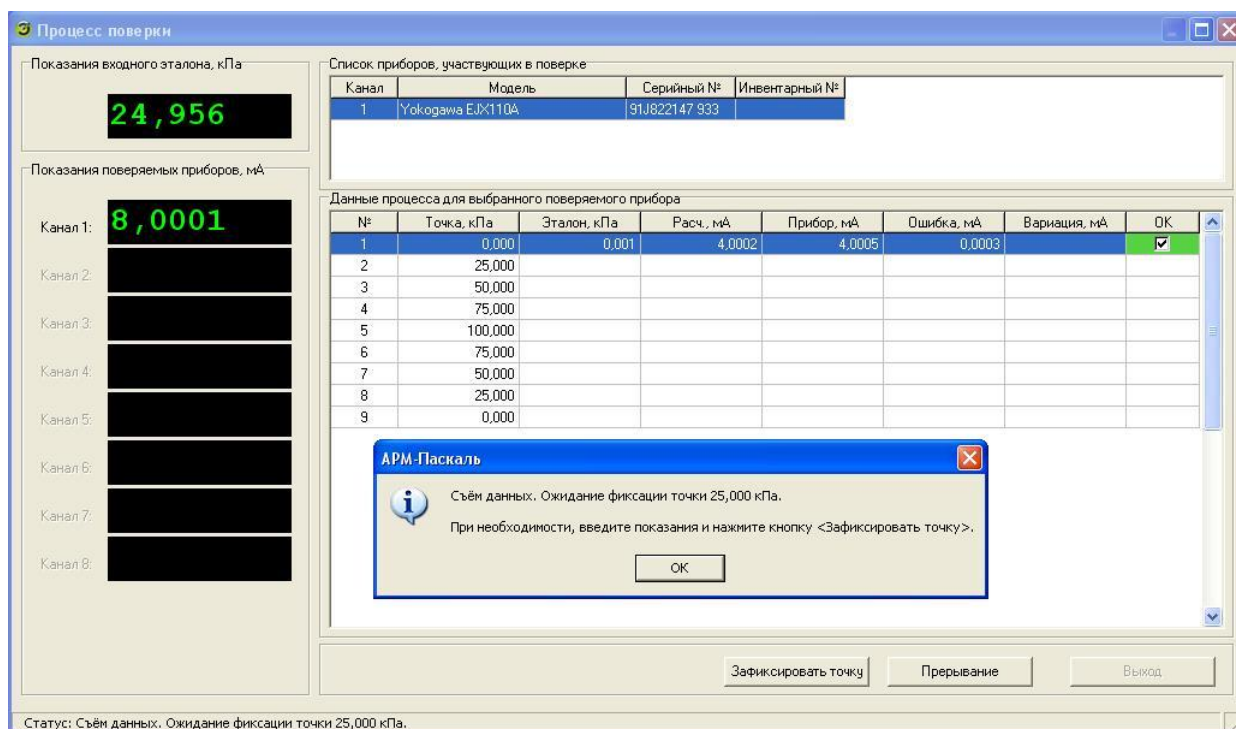

Рисунок 3.6.12 – Подтверждение фиксации точки
- «Зафиксировать точку». Кнопка предназначена для подтверждения начала съема данных на точке по давлению после того, как она будет установлена (рисунок 3.6.12).